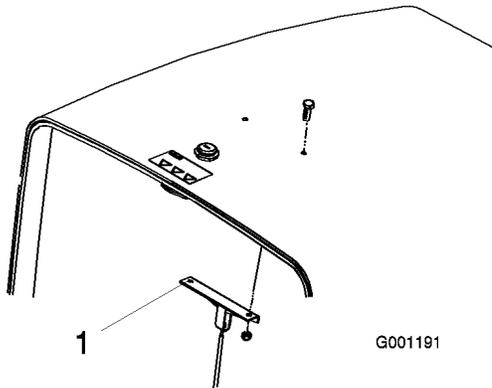

図 4
1. フード・ケーブル・ブラケットをフードの裏側に固定しているネジ2本とナットを外して捨てる (図 4)。